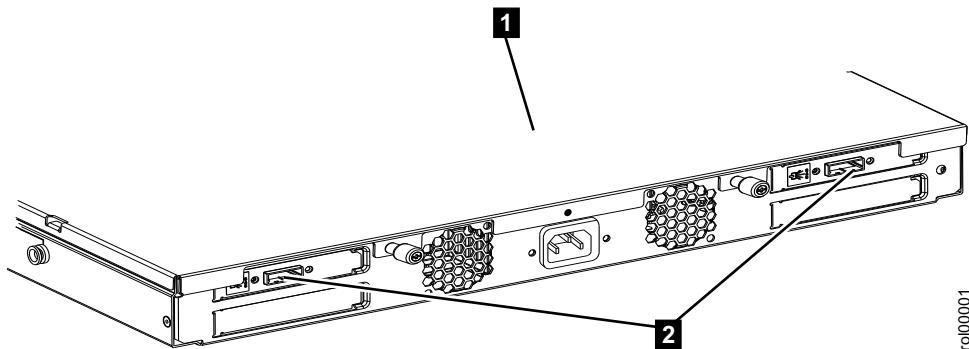

图 28. 将 SAS 电缆连接到 1U 机架安装式磁带机柜
1. 对于 1U 机架安装式磁带机柜中安装的每个磁带机, 都有一个 SAS 电缆接口。在 1U 机架安装式磁带机柜的后部(图 28 中的 **1**), 将每根电缆的设备插头插入电缆接口 **2**。按第 5 页的第 2 章,『将 1U 机架安装式磁带机柜安装到机架中』中所述, 通过电缆管理臂布放电源线。